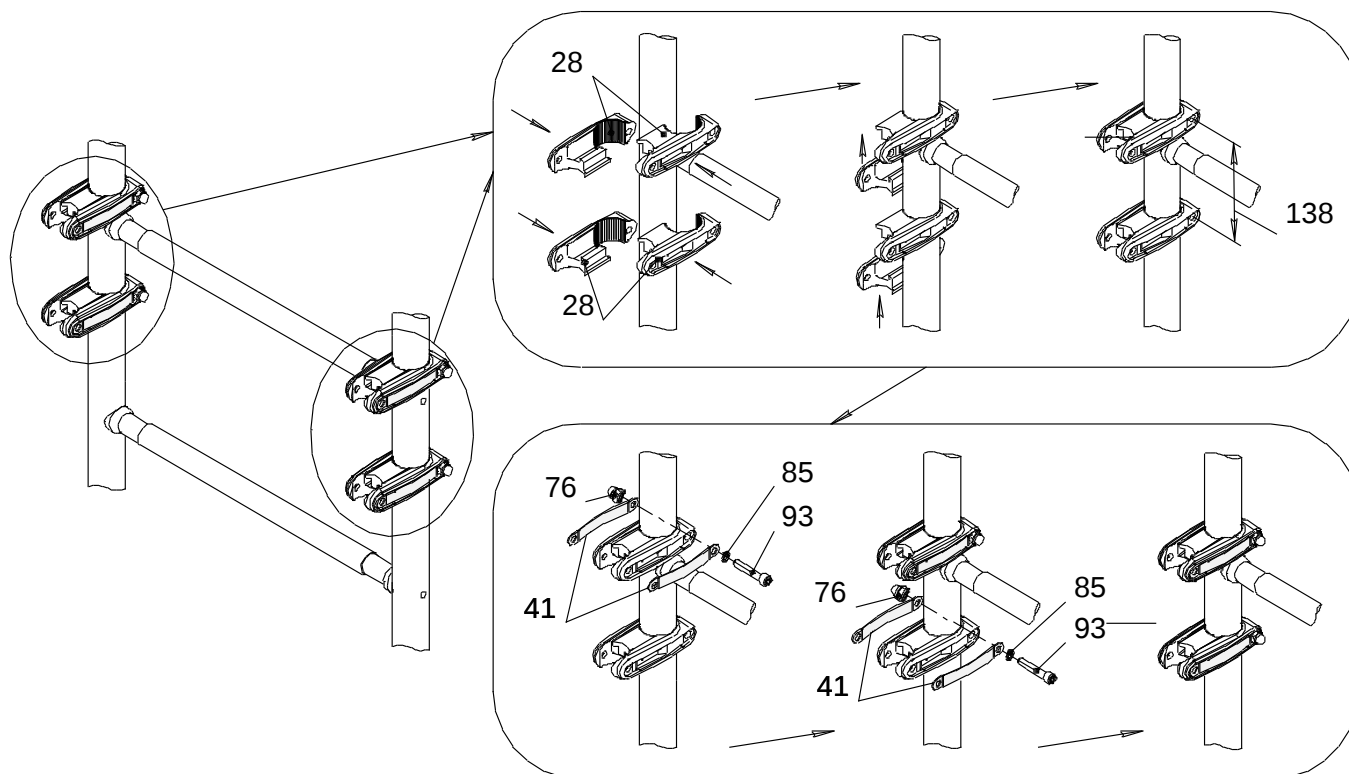

Рис.8.1
10.4.1 Собрать и навесить раму подвижную (рис.8.1...8.3).
После сборки укосов поз.53 с грифом поз.26 винты поз.93 подтянуть до упора, чтобы пластины поз. 41 плотно вошли в пазы хомутов (см. рис.8.1 и 8.2). После этого винты поз. 93 поочередно выкрутить и вновь установить с применением шайб поз. 85. **Окончательно затянуть винты поз.93.**